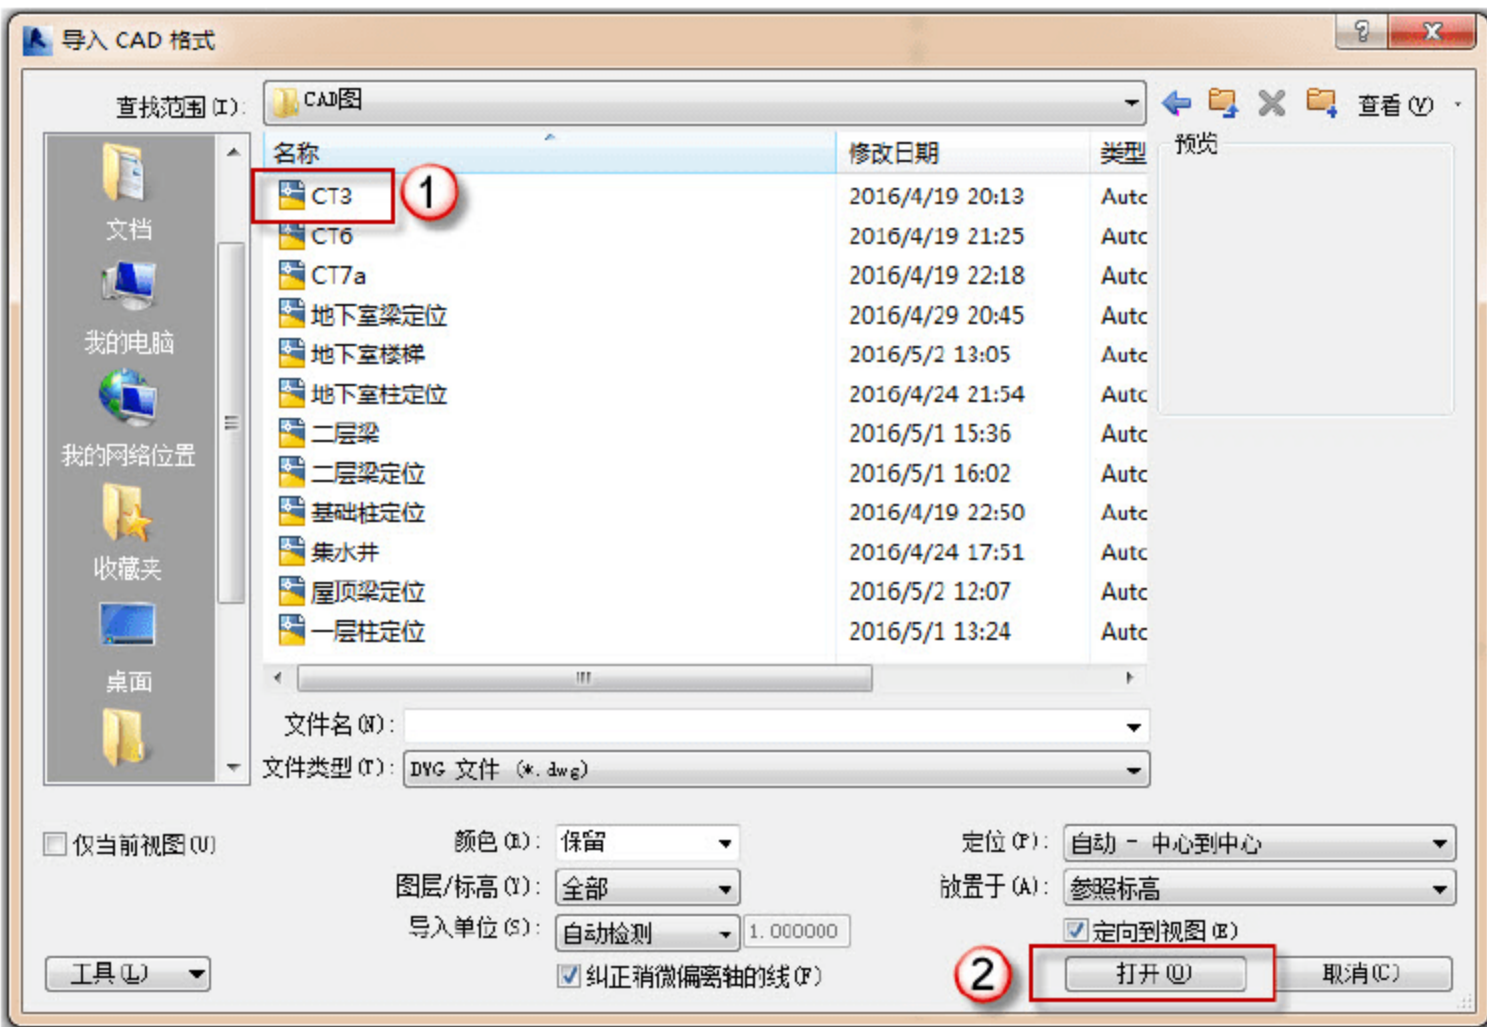

图 2.1.28 导入 CAD 图
(2) 导入配套资源中的 DWG 文件。选择“插入”→“导入 CAD”命令，在弹出的“导入 CAD 样式”对话框中选择“承台 CT3” DWG 文件，如图 2.1.28 所示。